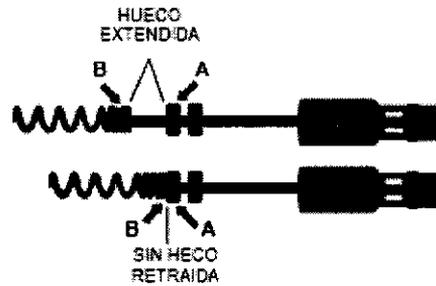

Figura 11. Vistas posibles del electrodo.
Al extenderse el espacio entre el mecanismo de control (A) y el anillo indicador (B) implica la total exposición del electrodo helicoidal (Figura 11).